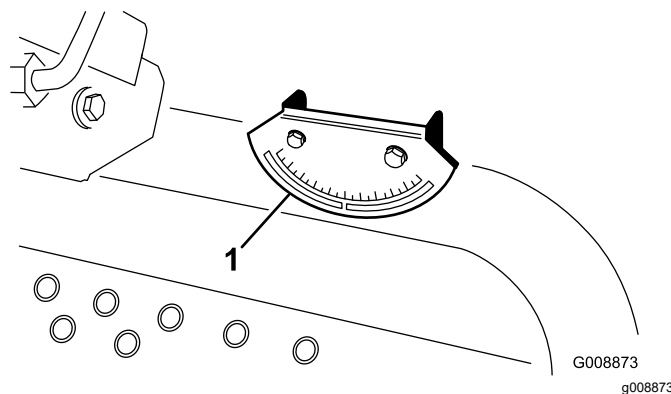

Bild 5
2. Prüfen Sie, ob die Maschine nivelliert ist, indem Sie einen manuellen Neigungsmesser (gehört zum Lieferumfang der Maschine) gegen eine Querschiene des Rahmens am Kraftstofftank halten (Bild 5). Aus der Fahrerposition gesehen muss der Neigungsmesser auf Null stehen.